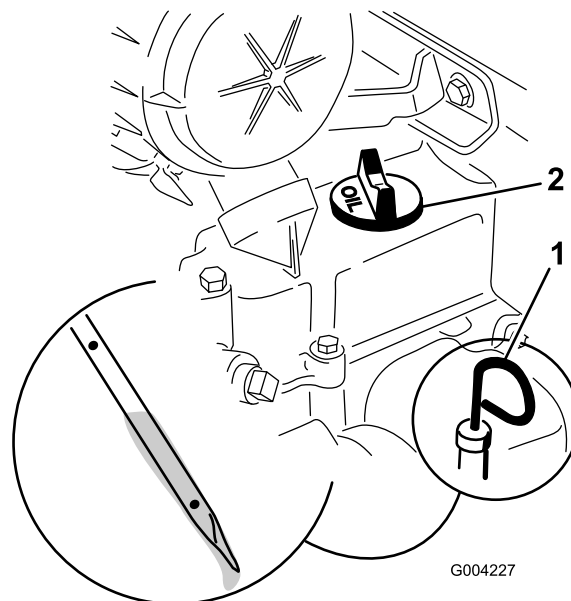

図 15
2. ディップスティックを抜ききれいなウェスで一度拭く(図 15)。
3. ディップスティックを、チューブの根元までもう一度しっかりと差し込む(図 15)。
4. ディップスティックをもう一度抜きとってオイルの量を点検する(図 15)。
5. オイルの量が不足している場合は、補給口のキャップ(図 15)を取り、ディップスティックのFULLマークまで補給する。
6. ディップスティックをしっかりと差し込んで終了(図 15)